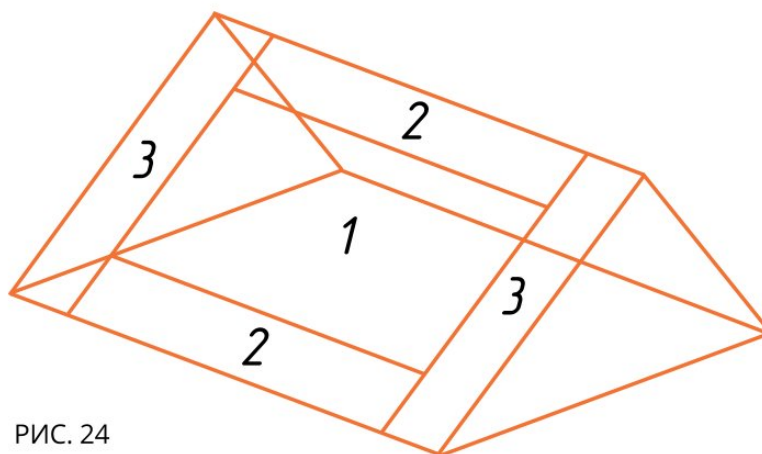

РИС. 24
- В какой условной зоне кровли находится прикрепляемая панель (см. рис. 24) (панели в крайних зонах более всего подвержены порывам ветра — зона 2).